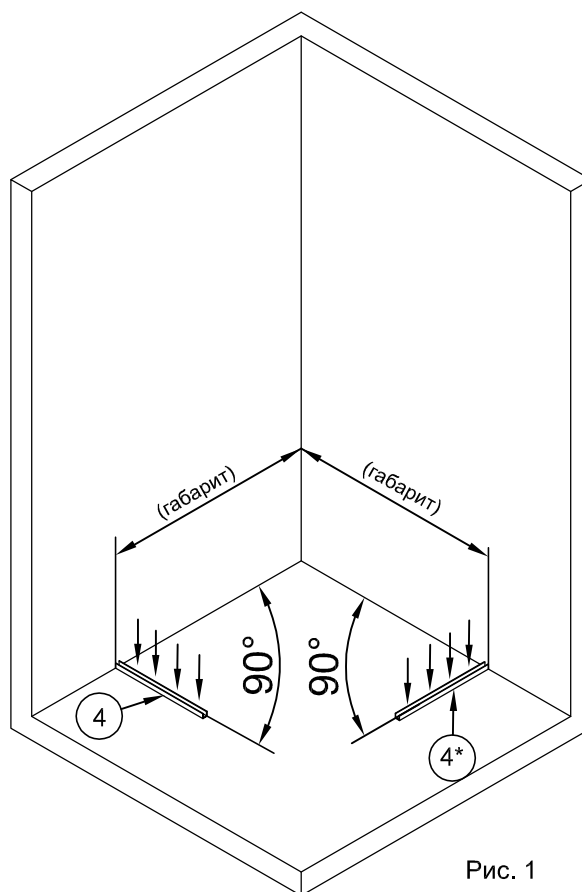

Рис. 1
Приставьте профили №4 и №4\* до нужных стен под прямыми углами (рис. 1).
1.2. Карандашом или фломастером провести разметку мест сверления отверстий под дюбели, используя отверстия в профилях №4 и №4\* для их крепления к полу (рис. 1).